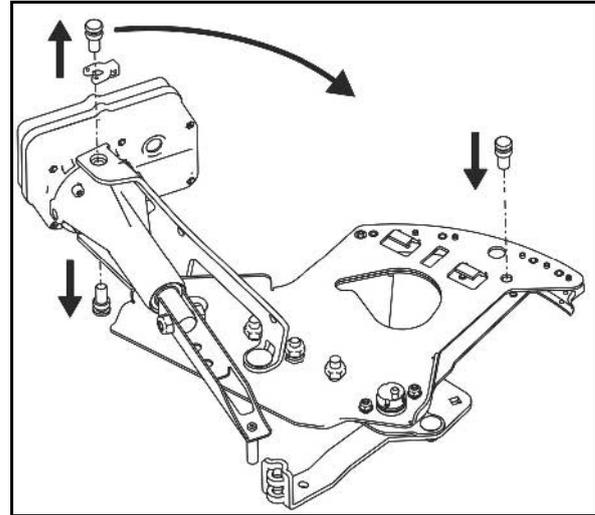

Fig. 47
9. Motor wieder korrekt an Schieber montieren, siehe auch Fig. 47.